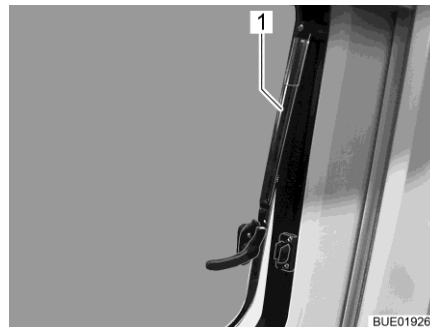

Bild 15 Överkantshängd fönster med automatik-spärrar, öppet
- Öppna det överkantshängda fönstret till önskat läge. Låt det överkantshängda fönstret haka i självständigt med (Bild 15,1) automatiska-spärrar.